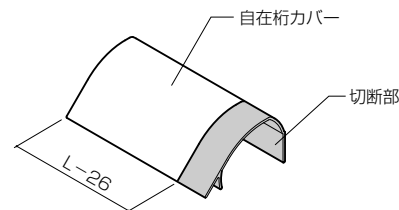

図3
- ③自在桁カバーを実測したL寸法から26mmの部分で切断してください。(図3)